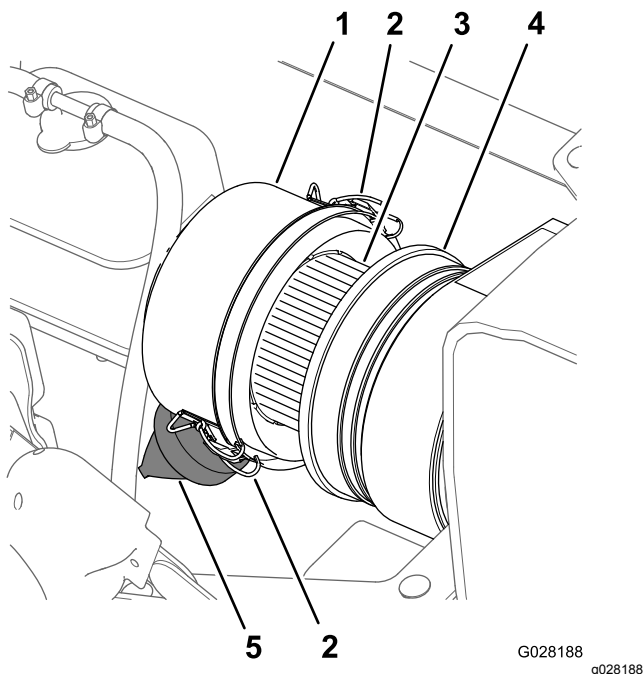
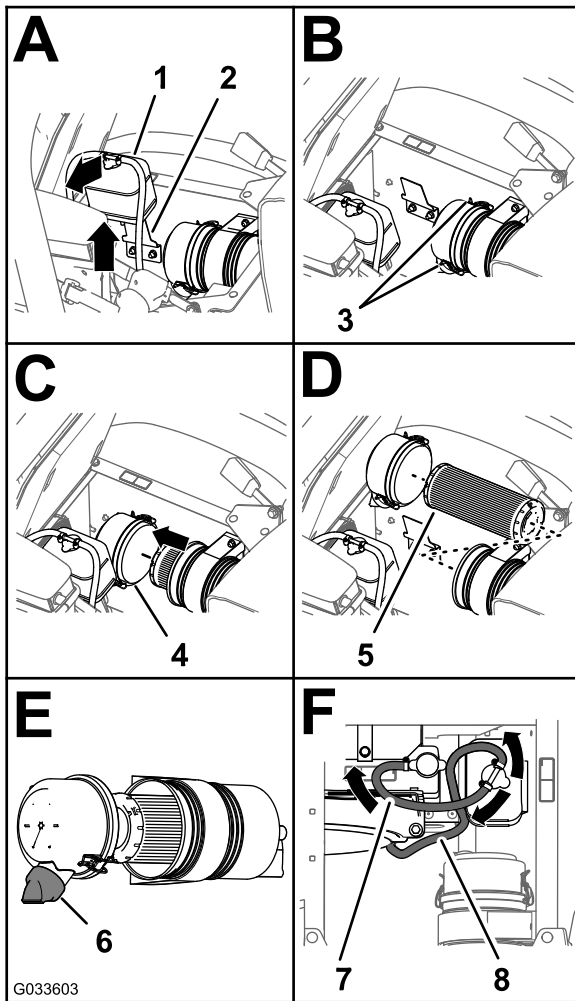

Figure 65
Figure 66
3. Essuyez soigneusement le capuchon antipoussière et le boîtier du filtre à air (Figure 65).
4. Recherchez sur le boîtier du filtre à air des dommages susceptibles d'occasionner des fuites d'air (Figure 65).
5. Pressez la valve à poussière pour éliminer les saletés, la poussière et les débris (Figure 65).
7. Vérifiez que l'élément du filtre à air ne présente pas de dépôts excessifs de poussière, saleté ou débris (Figure 65).
8. Reposez le capuchon antipoussière sur le boîtier du filtre à air et fixez-le en place avec les 2 attaches (Figure 65).
2. Nettoyez le capuchon antipoussière et le boîtier du filtre à air (Figure 65).
3. Soulevez le réservoir de trop-plein de liquide de refroidissement pour le déposer de son support (Figure 66).
- Desserrez les 2 attaches qui fixent le capuchon antipoussière sur le boîtier du filtre à air (Figure 66).
- Nettoyez l'intérieur du capuchon antipoussière, du boîtier du filtre à air et de la valve à poussière avec un chiffon humide (Figure 65 et Figure 66).
- Insérez l'élément filtrant dans le boîtier du filtre à air (Figure 66).
- Reposez le couvercle sur le boîtier du filtre à air et fixez-le en place avec les 2 attaches (Figure 66).
**Remarque:** Vérifiez que la valve à poussière est bien alignée entre les positions 5 et 7 heures vue de l'extrémité (Figure 66).
- Placez le réservoir de trop-plein du liquide de refroidissement en face de son support et fixez solidement le réservoir (Figure 66).